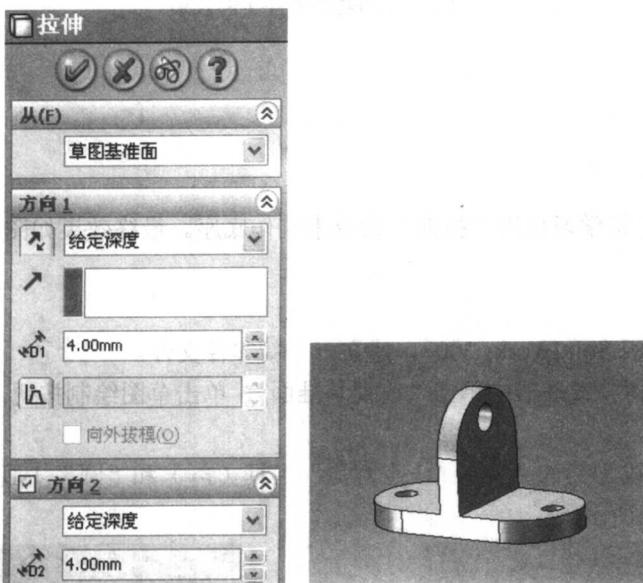

图1-6 “拉伸”属性管理器和拉伸效果
(6) 单击特征工具栏中的“拉伸”按钮()打开“拉伸”属性管理器，将方向1和方向2面板中的“深度”均设置为4mm，然后单击“确定”按钮()，生成拉伸效果。旋转视图，如图1-6所示。